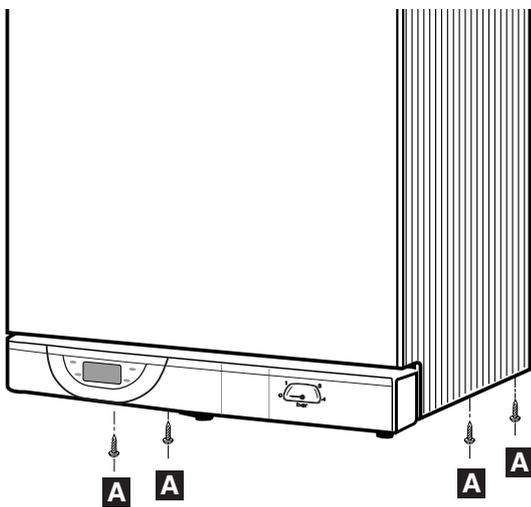

Fig.18
- visser les 4 vis **A** de fixation de l'habillage, situées en partie inférieure (fig. 18).